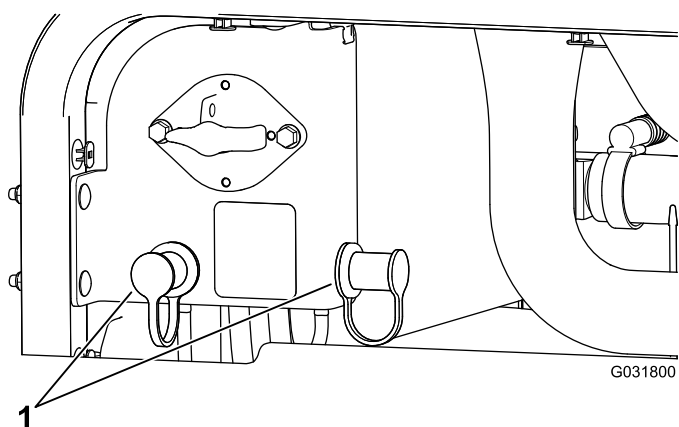

Figura 76
3. Togliete i coperchi dai poli di avviamento (Figura 76).
- Togliete i coperchi dai poli di avviamento (Figura 76).